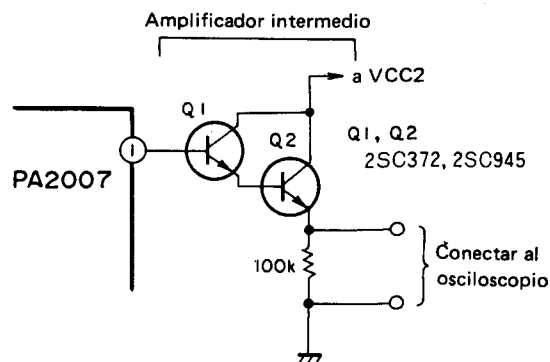

Fig. 11-4 Conectar al amplificador intermedio
2. Conectar un amplificador intermedio a la pastilla 1 del IG PA2007 y conectar la salida a un osciloscopio (Fig. 11-4)